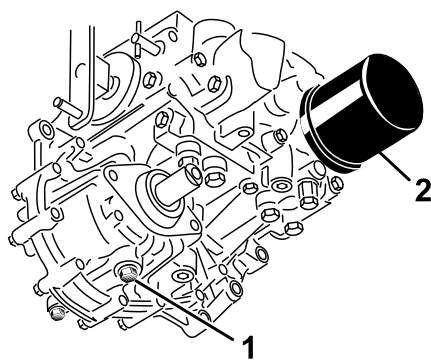

Рисунок 51
3. Поместите под гидравлический бак и картер трансмиссии большой поддон и удалите пробки; слейте всю гидравлическую жидкость (Рисунок 51).
4. Очистите область вокруг фильтра гидравлической жидкости и снимите фильтр (Рисунок 51).